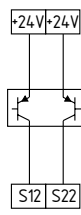

Fig. 10
**Controlo de dois canais de dispositivos de proteção orientados para segurança (baseados em microprocessadores) com saídas de semicondutores de comutação P, por exemplo, AOPD's conforme EN 61496-1 (ver Fig. 10)**